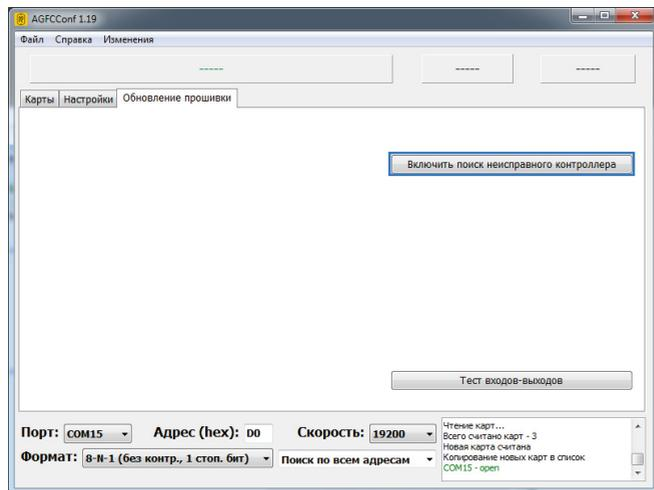

Рис.23. Включение поиска неисправного контроллера.
3. Перейти на вкладку «Обновление прошивки» и нажать кнопку «Включить поиск неисправного контроллера» (Рис.23).